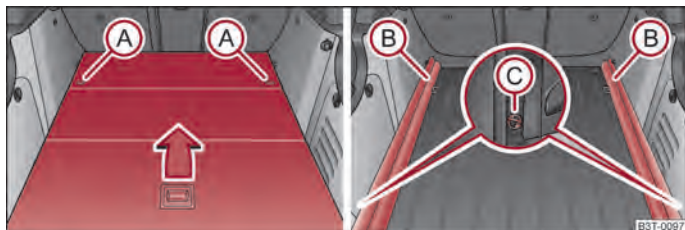

Fig. 74 Maletero: Desmontar el piso de carga variable/desmontar los portaguías
- Desbloquee el piso de carga variable girando las argollas de seguridad (A) ⇒ fig. 74 hacia la izquierda, aprox. 90°.
- Desbloquee los rieles portantes (B) girando las argollas de fijación intercambia- bles (C) a derecha, aprox. 90°.